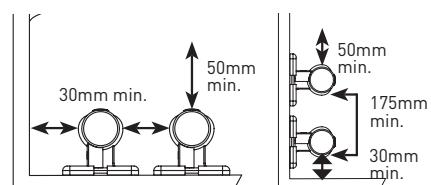

Fig.8
- Durante l'uso si devono osservare le distanze minime riportate in [Fig. 8].